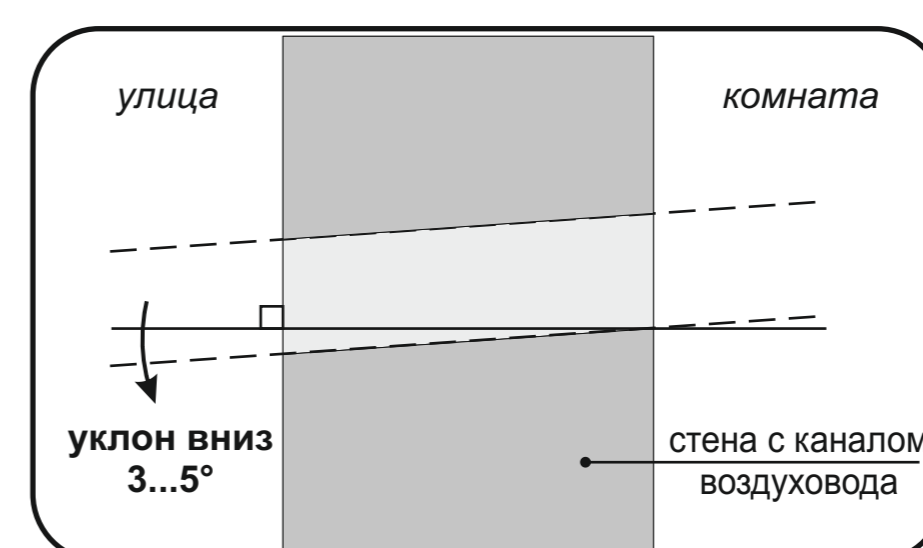

Рис.2
4. Пробурите канал воздуховода согласно разметке и Рис. 2. Важно: канал должен иметь уклон 4±1° вниз, так чтобы вода могла стекать по воздуховоду в сторону улицы и не могла попасть в помещение или внутрь прибора. При бурении используйте промышленный пылесос с водосборным кольцом для исключения загрязнения отделки помещения буровым раствором.